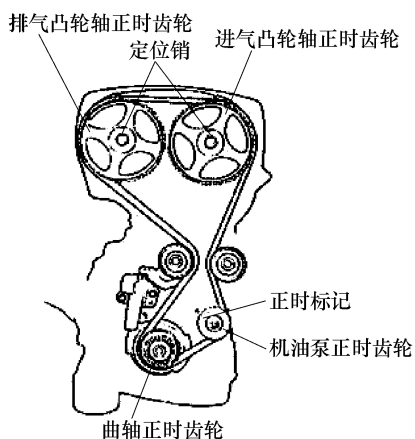

图 8-5 对齐正时标记
- 如图 8-5 所示校正正时:
2) 垫外侧涂一层机油后安装在右侧时确认平衡轴是否如图 8-5 所示的方向安装。